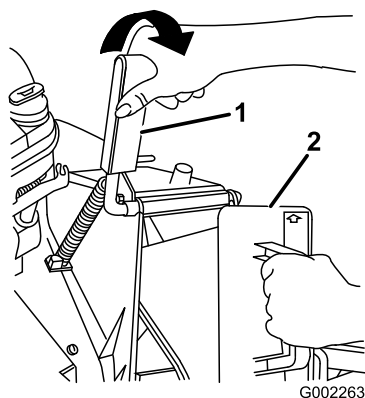

Figure 5
1. Tirez la poignée en arrière pour ouvrir le volet d'éjection (Figure 5). Maintenez la poignée en position d'ouverture pour empêcher le ressort de refermer le volet pendant l'insertion de l'obturateur.
2. L'obturateur étant légèrement plus large que l'ouverture de l'éjecteur, tournez-le légèrement dans le sens horaire lors de l'insertion (Figure 5).